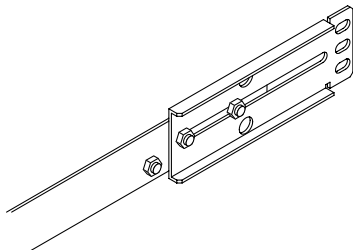

図 1 Sun StorEdge 拡張キャビネットのレール調整
- a. Sun StorEdge 拡張キャビネットを使用する場合は、レールをできるだけ長くします (図 1 を参照)。